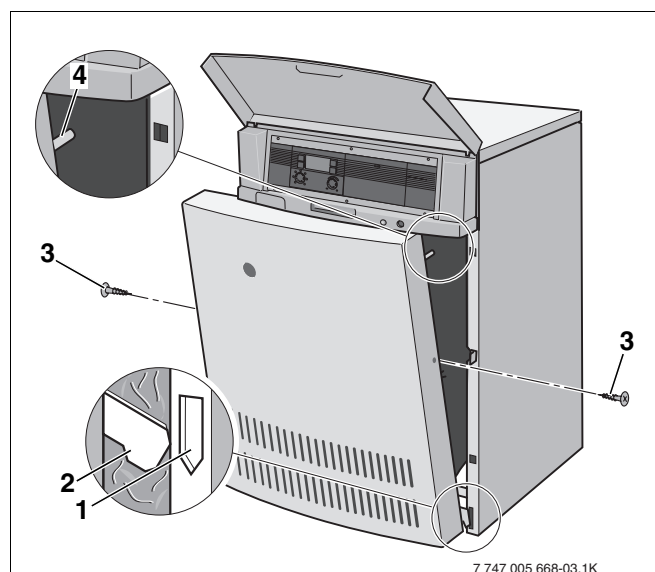

Abb. 18 Kesselvorderwand montieren
- Haken der Kesselvorderwand (Abb. 18, **Pos. 2**) unten in die Schlitz der Seitenwände (Abb. 18, **Pos. 1**) einhängen.
- Kesselvorderwand oben an den Heizkessel andrücken, bis die Laschen (Abb. 18, **Pos. 4**) einrasten.
- Sicherungsschrauben (Abb. 18, **Pos. 3**) links und rechts in die Seitenwände eindrehen.